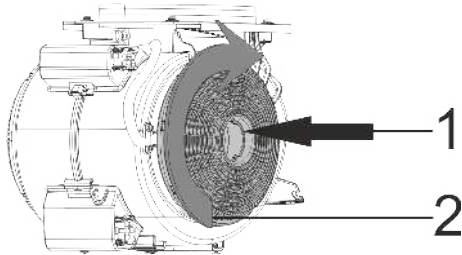

Abb. 22: Aktivkohlefilter
- Legen Sie den Aktivkohlefilter in die Aufnahme des Motors (Abb. 22).
- Drehen Sie den Aktivkohlefilter im Uhrzeigersinn und vergewissern Sie sich, dass er korrekt sitzt (Abb. 22).